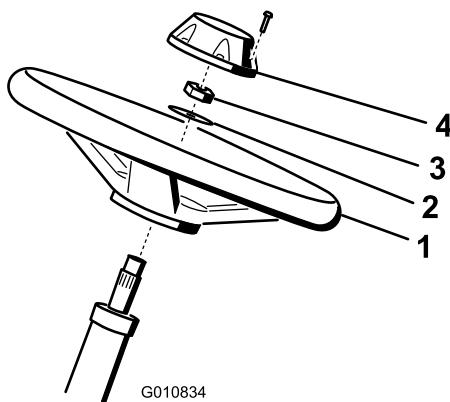

Figura 3
1. Collocate il volante sul piantone (Figura 3).
2. Collocate la rondella sul piantone (Figura 3).
- Fissate il volante sul piantone per mezzo di un controdado serrato a 27-35 Nm (Figura 3).
- Montate il coprimozzo sul volante e fissatelo con l'aiuto di una vite (Figura 3).